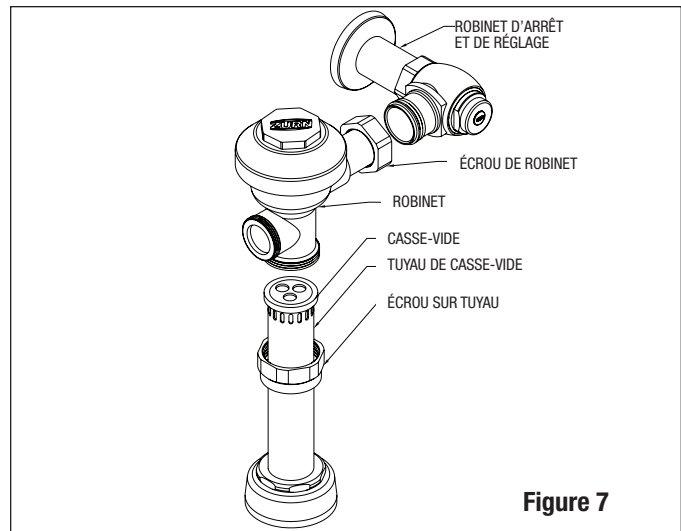

Figure 7
Étape 7 Installation du robinet (figure 7)